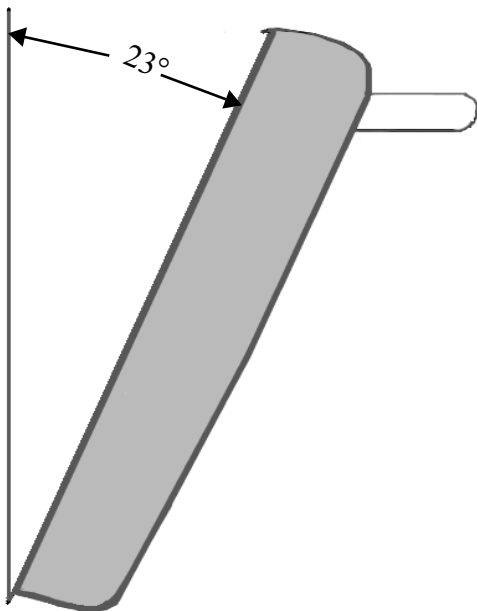

Figure 8: Angle Approximatif Nécessaire Pour Retirer La Porte
1. Inclinez légèrement la porte (*Figure 8*) et insérez les charnières dans les fentes. Les charnières s'amarreront solidement dans les fentes si la porte est placée correctement. Ne forcez pas la porte et ne l'inclinez pas sur les côtés.